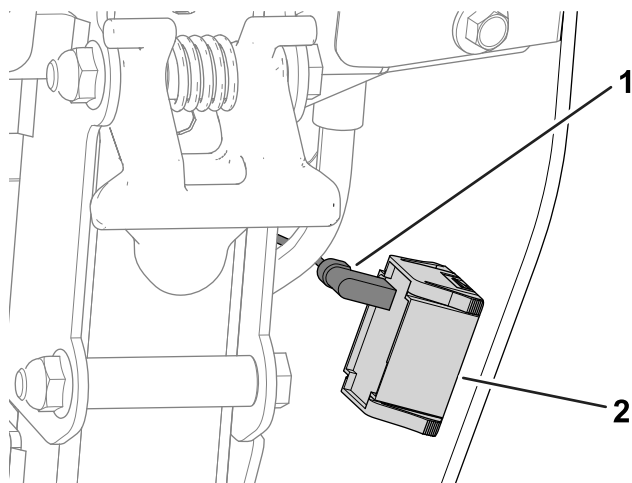

Figura 40
A. Scollegate il connettore del cablaggio preassemblato dal contaore (**Figura 40**).